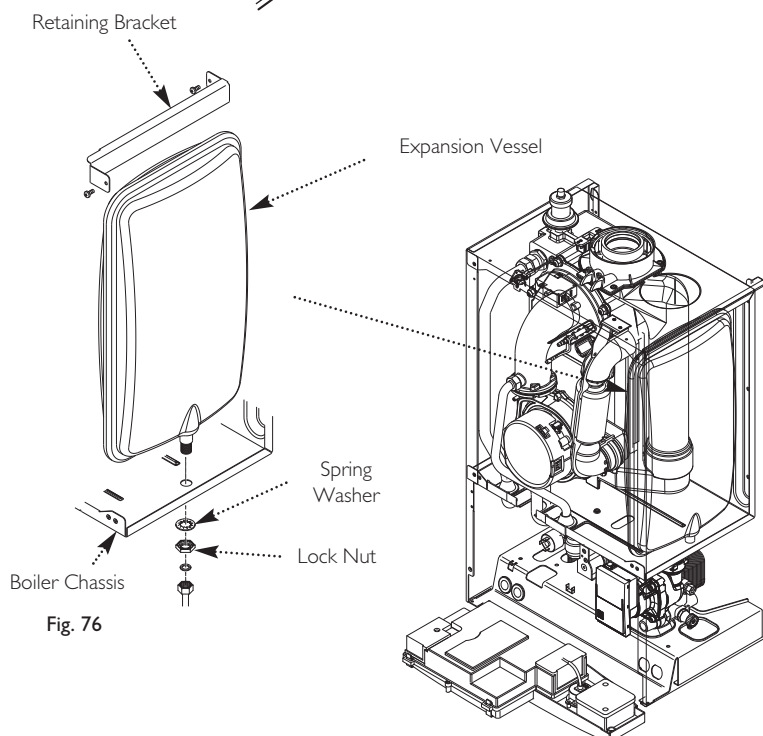

Fig. 76
12.24 Expansion Vessel (Fig. 76)